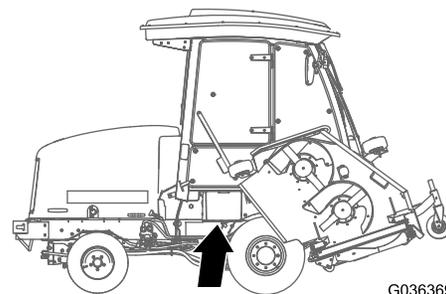

図 95
1. バッテリーカバーを開いてシュラウドの上に置く 図 95。
注 バッテリーカバーの上部の平らな面を下向きに押すとカバーを簡単に外すことができます 図 95。